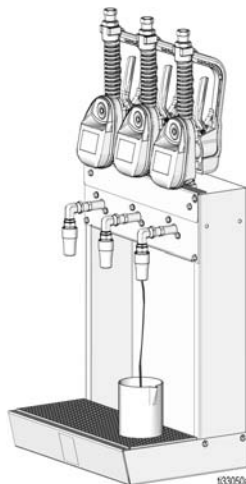

FIG. 18
2. Posizionare un contenitore sotto la valvola di scarico nella barra dell'olio (FIG. 18). Aprire l'ugello.
3. Tirare la leva per erogare la quantità massima del fluido rimasto nella linea (FIG. 18).